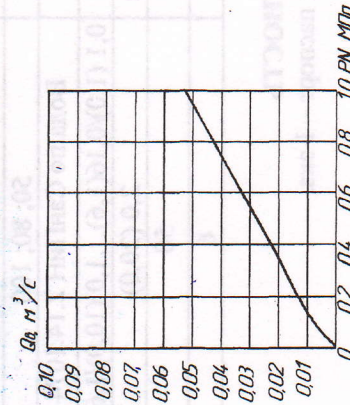

Рисунок 2
Вантуз (см. рис. 2) состоит из чугунного корпуса (1), соединенного с полимерной крышкой из ударопрочного пластика армированного стальным листом (2) с втулкой (3), внутренний диаметр которой служит для выпуска воздуха. Внутри корпуса находится полиэтиленовый шар (4), соединенный с пластмассовым рычагом (5), на котором закреплена резиновая прокладка (6), обеспечивающая работоспособность вантуза.